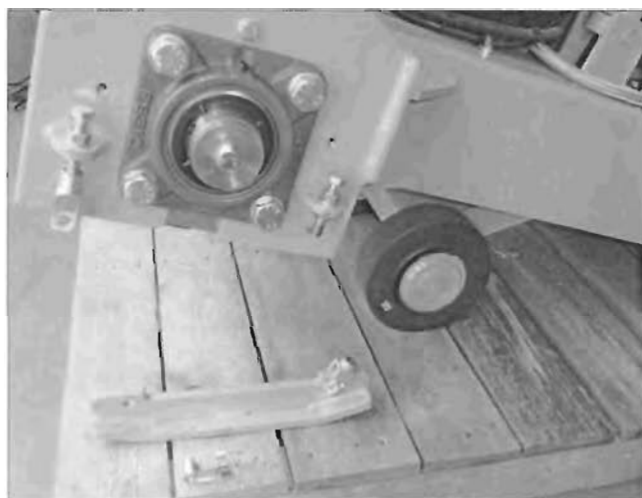

Рис. 4.21 Полозья (слева) сняты
4. Снимите (левые) полозья, отвернув болт передней вилки и обе контрагайки, а также винта (Рис. 4.21)!
8. Отвинтите соответственно 2 нижних винта подшипников фрезерного вала (справа, слева, Рис. 4.21 и 4.23) и снимите внутренние пластины подшипников (справа, слева, Рис. 4.24 и 4.25)!
9. Отвинтите соответственно 2 верхних подшипников фрезерного вала (справа, слева, Рис. 4.21 и 4.23)!